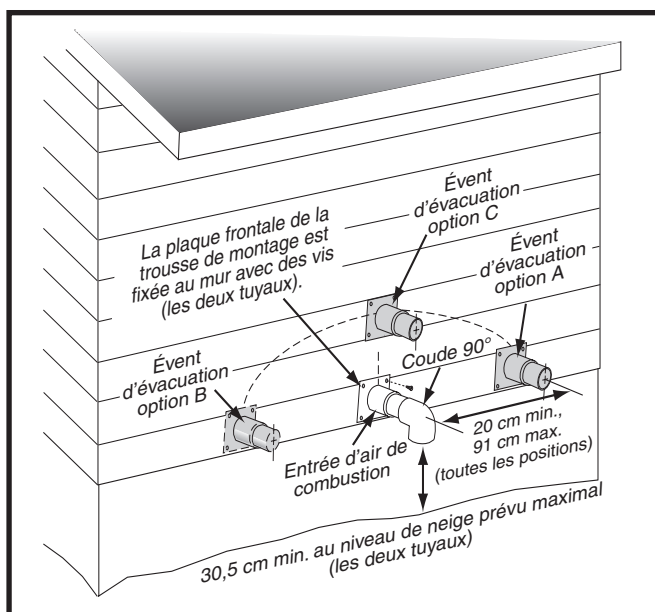
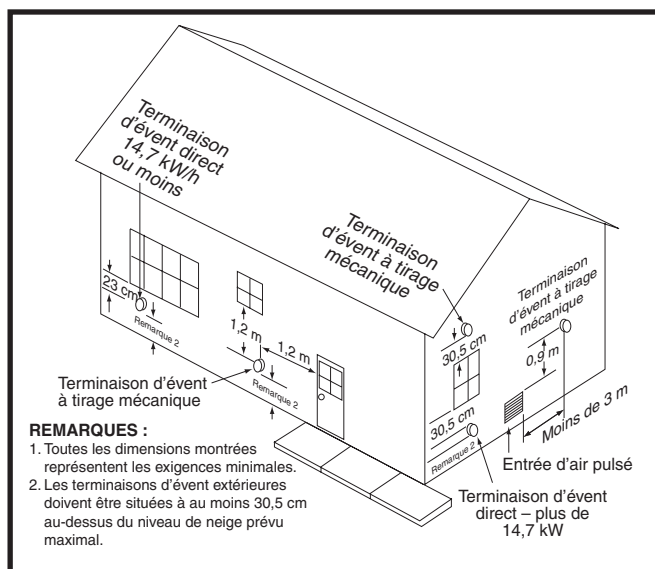
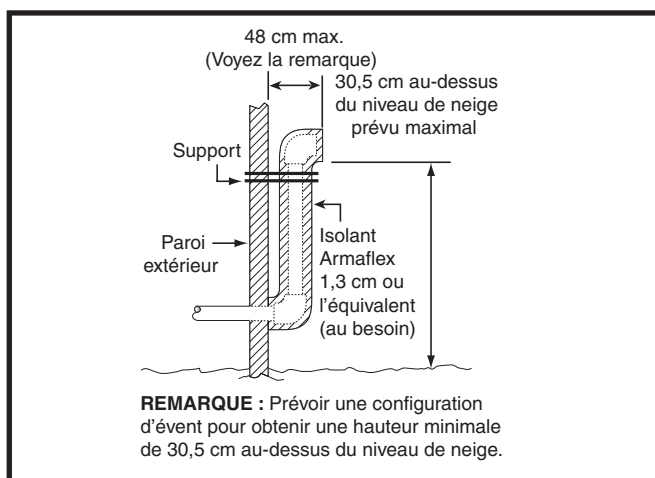
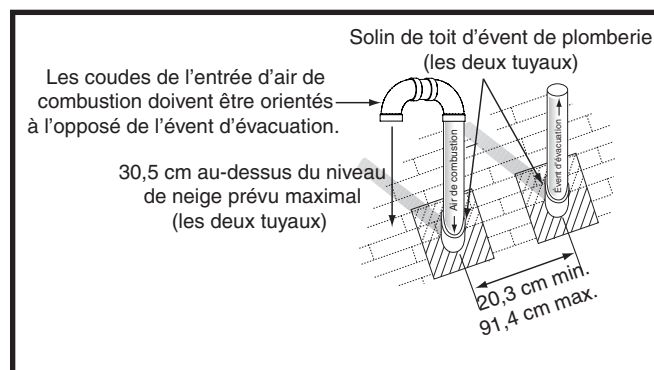

Figure 1. Dégagements du conduit d'admission et du conduit d'évacuation
Figure 2. Emplacements de l'évent
Figure 3. Autre installation d'un conduit d'évent horizontal
Figure 4. Terminaison d'évent vertical
- L'admission d'air de combustion et l'évacuation doivent être situées dans la même zone de pression atmosphérique. Cela signifie que les deux conduits doivent sortir du bâtiment par la même section de mur extérieur ou de toit, comme indiqué aux Figure 1, Figure 2, Figure 4 et Figure 29 \(page 38\).
- Les terminaisons d'évent et d'admission d'air de combustion doivent être installées comme indiqué aux Figure 1, Figure 2, Figure 3, et Figure 4, et conformément à ces directives :
- Tous les dégagements minimaux (Figure 2 \(page 9\)) doivent être maintenus pour protéger les matériaux du bâtiment contre la dégradation causée par les gaz de combustion.
- Lorsque le conduit d'évent doit sortir par un mur extérieur à proximité du niveau du sol ou du niveau de neige prévu et qu'il n'est pas possible d'obtenir les dégagements indiqués à la Figure 1, il est possible d'utiliser un conduit montant, comme indiqué à la Figure 3. Il faut utiliser de l'isolant pour éviter le gel de cette section de conduit. Voyez le Tableau 3, \(page 10\) pour la protection contre le gel de l'évent.
Les exigences relatives à l'espacement des terminaisons entre le toit et entre chaque terminaison sont indiquées à la Figure 4. L'endroit où le conduit traverse le toit doit être doté d'un solin approprié et étanche; on peut utiliser un chaperon de toit ou un solin équivalent. La tuyauterie d'évent et la tuyauterie d'air de combustion peuvent être installées dans une cheminée existante non utilisée, à condition que :
- les dégagements de terminaison indiqués à la Figure 4 soient maintenus;